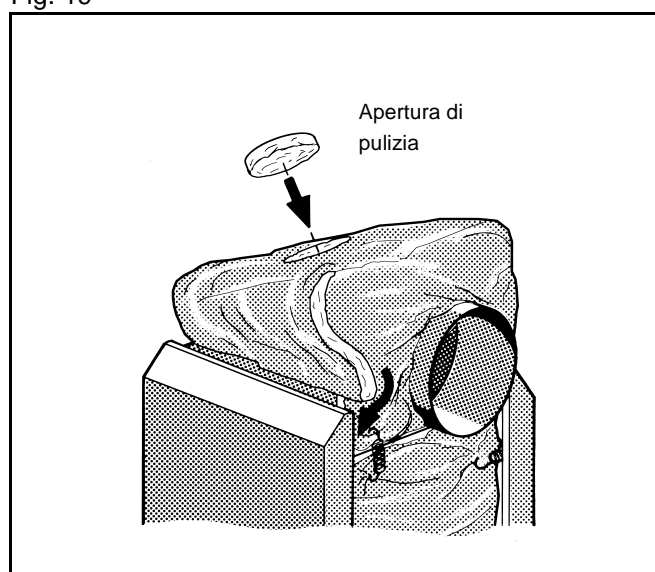

Fig. 20
Al montaggio del materassino isolante prestare attenzione all'apertura di pulizia nel sopra del distributore dei gas di scarico (fig. 20).
- Mettere il materassino isolante da sopra sul distributore dei gas di scarico e spingerne i terminali laterali destro e sinistro dietro alle traverse (fig. 20).